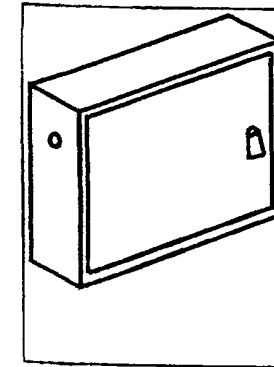

Рис.2 Устройства навесного типа
- навесные, для установки на стене: рис.2(IP31)